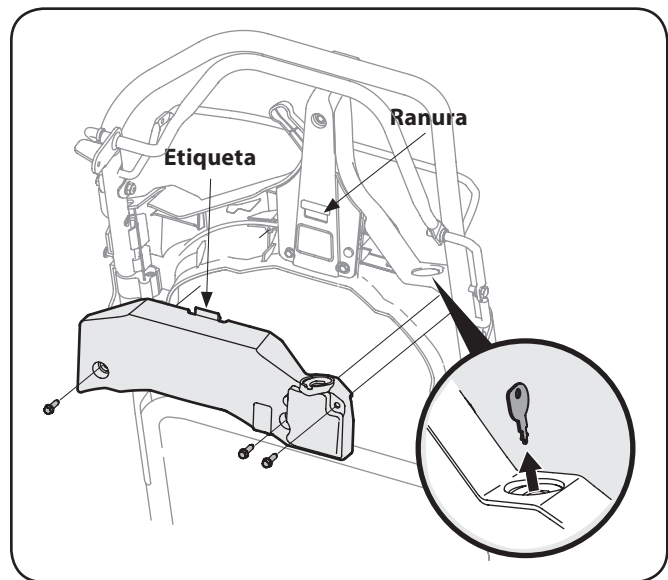

Figure 6-3
4. Con cuidado quite la asamblea de guarniciones del alojamiento de control de velocidad quitando los tres tornillos que lo aseguran al alojamiento. Vea la Fig. 6-3.
8. Sustituya el tornillo y la arandela quitó antes. Reunirse atrás del alojamiento. Ate de nuevo la asamblea de guarniciones de batería al alojamiento de control de velocidad, asegurándose para romper la etiqueta en las guarniciones en la ranura en el alojamiento. Vea la Fig. 6-3. Seguro con los tres tornillos quitados antes.